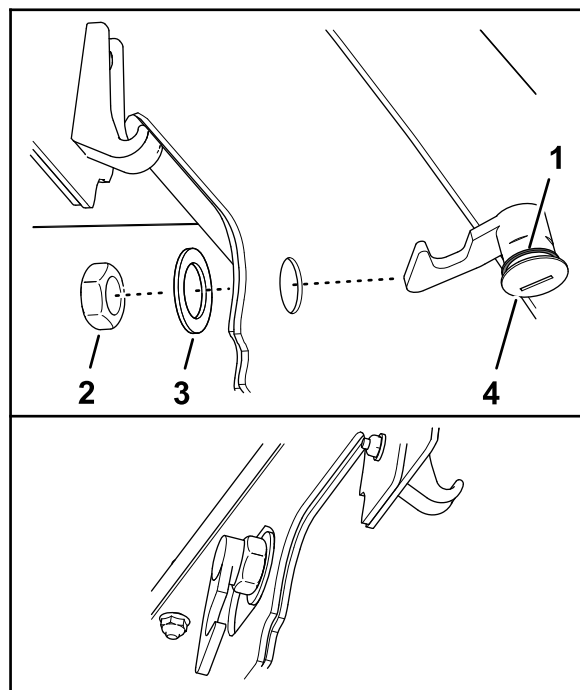

Bild 34
3. Vergewissern Sie sich, dass die Dichtung im Motorhaubenriegel montiert ist (Bild 34).